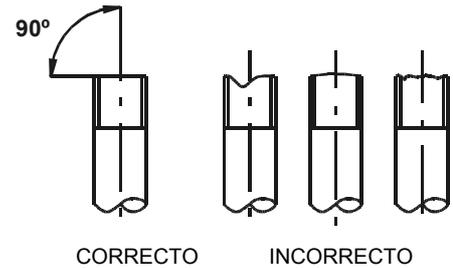

Figura 11: Corte de los Tubos
- Corte el tubo con un cortador de tubos, asegurándose de que el corte sea perpendicular al eje del tubo y esté libre de rebabas (véase la Figura 11).